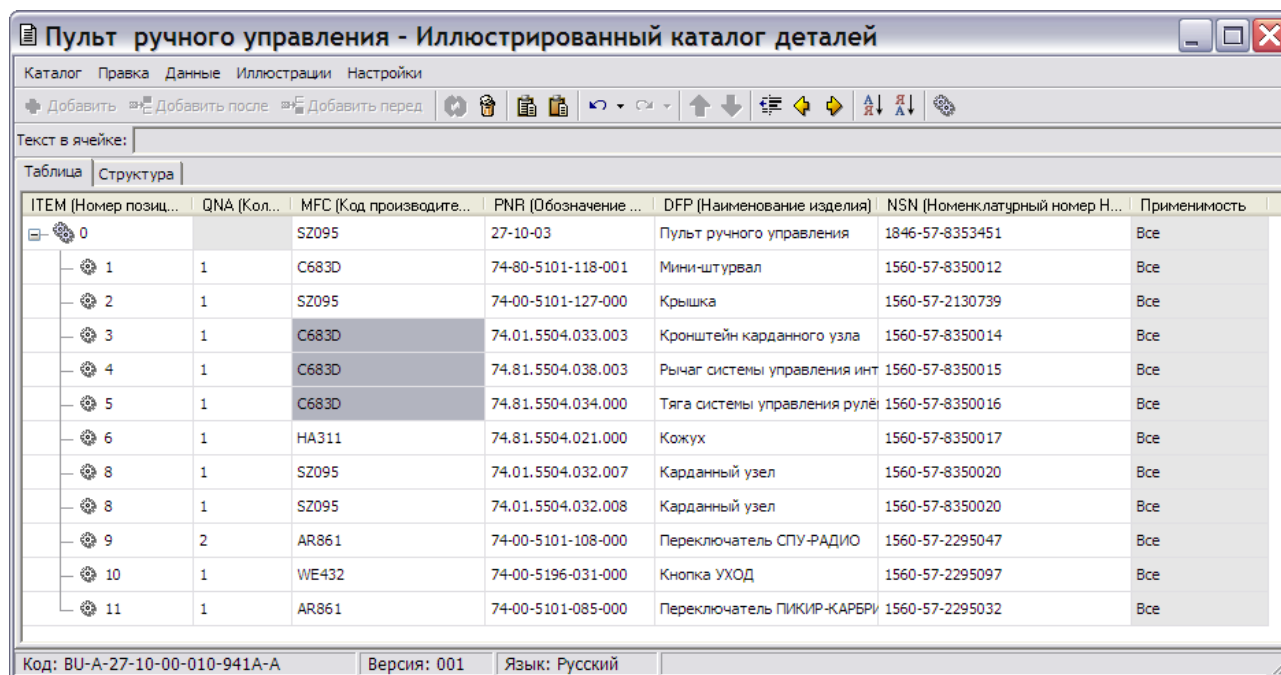

Рис. 6.49
7. При выборе ответа «Да» информация в столбце **MFC (Код производителя)** в выбранных строках будет заменена (Рис. 6.49).